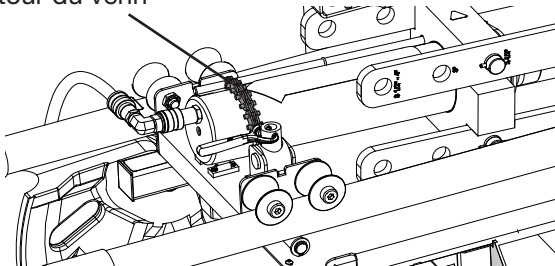

Figure 21
5. Fixer le corps du vérin dans l'étau à chaîne (Fig. 21). Ne pas utiliser le coupleur 90° comme poignée ni le laisser poser sur l'étau, cela pourrait l'endommager.